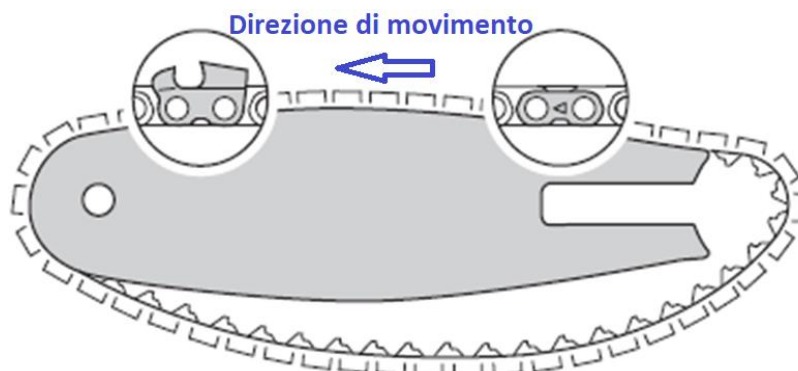

Fig. 5
- Ruotare il galletto (4) in senso antiorario fino a quando non è possibile rimuovere il coperchio del pignone della catena.
- Posizionare la catena nella scanalatura della barra di guida, partendo dalla punta. Assicurarsi che le frecce sulle cinghie di fissaggio puntino nella direzione del movimento della catena. (la Fig. 5 si riferisce)